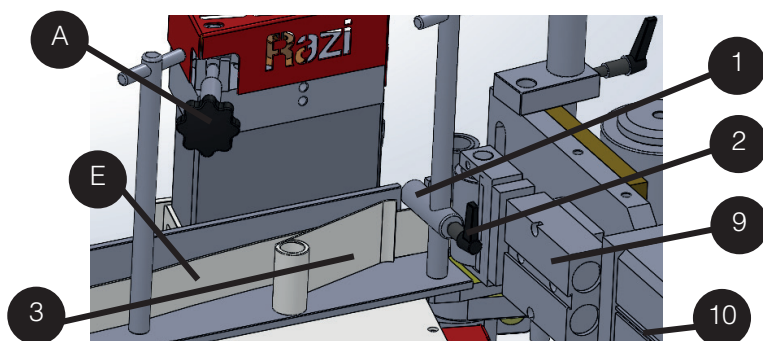

Figura 5.8c - Empurrando manualmente a fita de borda para a posição de corte
- Gire a alavanca de controle de volume de cola A (Figura 5-8c):
- Passe a faixa de borda **E** pela placa guia com mola e pelo conjunto da alça ajustável (Figura 5-8c).